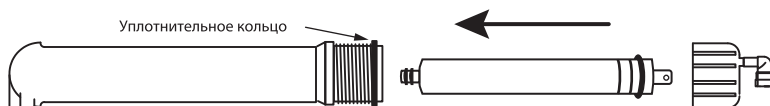

Рис. 15
1. Установите префильтр(ы). Первый префильтр (маркировка на колбе PREFILTER) уже установлен во всех моделях. В во вторую колбу (маркировка CARBON) установите угольный картридж. В третью ступень (SEDIMENT) установите механический префильтр. Картриджи, соответствующие ступеням очистки для каждой модели фильтров, перечислены в таблице на стр. 18. Для установки картриджа необходимо раскрутить колбу при помощи ключа (10). Аккуратно снимите защитную пленку с картриджа и установите его в колбу. Обратите внимание на маркировку "THIS END NEXT TO VESSEL THREADS" на верхней крышке картриджа или на указания на этикетке. Закрутите колбу вручную, без применения ключа, не прикладывая чрезмерных усилий.
2. Установите мембрану. Для этого отсоедините трубку (H) от быстроразъемного коннектора крышки мембраны. Открутите крышку колбы мембраны (маркировка MEMBRANE). Смажьте силиконовой смазкой резиновые уплотнения мембраны. Установите мембрану в корпус согласно **рис. 15**. Смажьте силиконовой смазкой уплотнение крышки колбы мембраны и аккуратно установите его на колбу. Закрутите крышку колбы мембраны и пристыкуйте трубку (H). Следите, чтобы уплотнительное кольцо крышки колбы было установлено на колбе без перекосов.